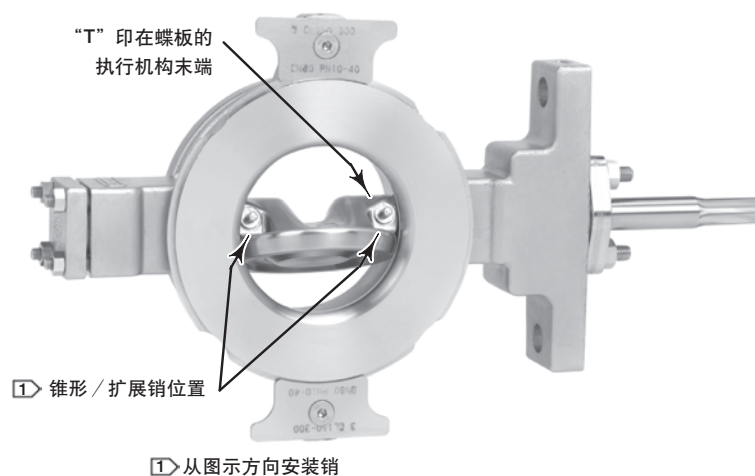

图6. 锥形 / 扩展销安装
- 参照图6并决定锥形销(件号8)小头的位置。从大头端抽出锥形销和扩展销(件号7)。
2. 如图6所示将蝶板插入阀体，确保蝶板上印“T”的一侧朝向阀体的执行机构一侧。
连接从动轴的孔是居中的。必须按照图6所示安装扩展销。锥形销必须插入蝶板 / 轴 / 扩展销组件当中，直至达到“稳固接触”。“稳固接触”是指用锤子可以感觉到捶